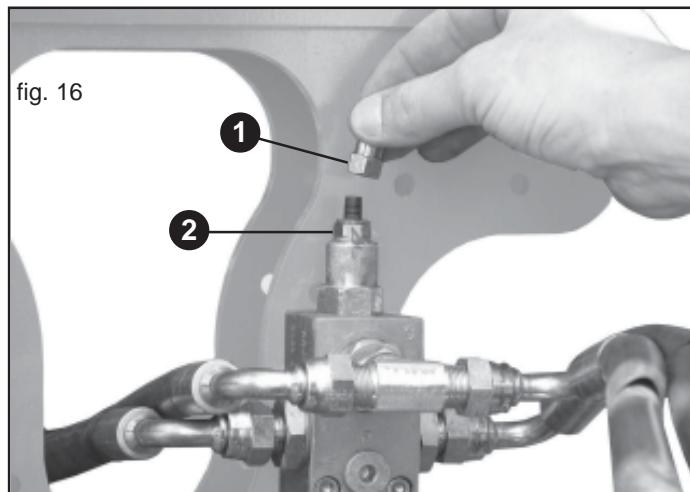

fig. 16
L'impianto oleodinamico dei telai laterali è dotato di una valvola (Fig. 16), che è opportunamente tarata a seconda delle dimensioni dell'attrezzatura con la pressione massima esercitabile all'impianto:
- 2) Svitare e togliere il tappo della valvola (1, Fig. 16) ed allentare il dado (2).
- 5) A regolazione ultimata, serrare il dado (2, Fig. 16) ed inserire il tappo della valvola (1).